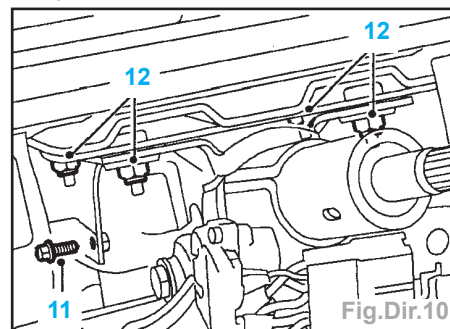

Fig.Dir.10
- Enlever le boulon (11) maintenant le flanc de la colonne de direction sur le support de soutien de la boîte à fusibles (Fig.Dir.10).